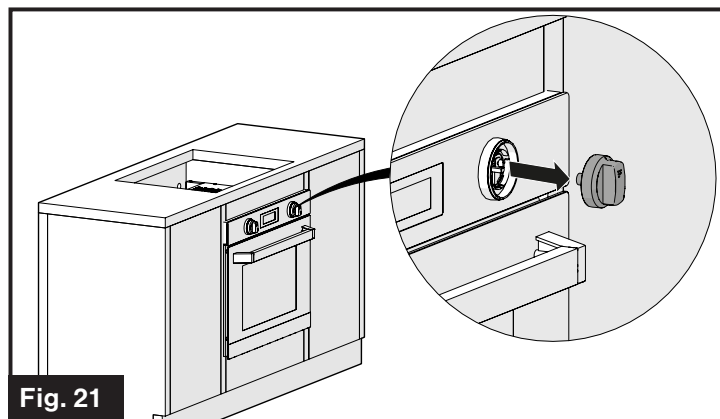

Fig. 21
1. Débranchez le four de l'alimentation électrique à l'aide de l'interrupteur servant à brancher l'appareil au réseau électrique ou du fusible. Retirez le bouton de commande qui présente le voyant défectueux. (Fig. 21)